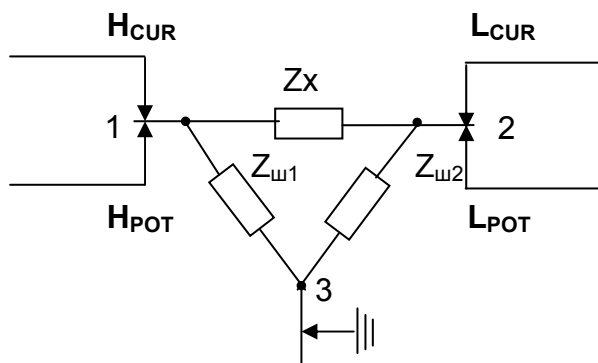

Рисунок 9.4 - Схема подключения трехзажимного объекта
9.6.1 Трехзажимный объект может быть представлен треугольником комплексных сопротивлений (рисунок 9.4).